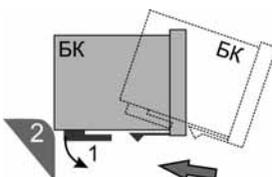

Рис. 5 Установка на "высокую" панель
5.15 Установка БК на "высокую" панель (см. Рис.5).